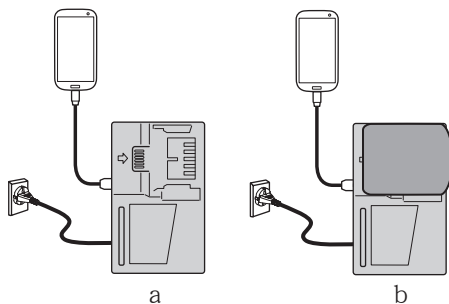

图17
- 将USB设备插入插座进行充电。(图17-a)
- 将USB设备和电池插入插座进行充电。(图17-b)